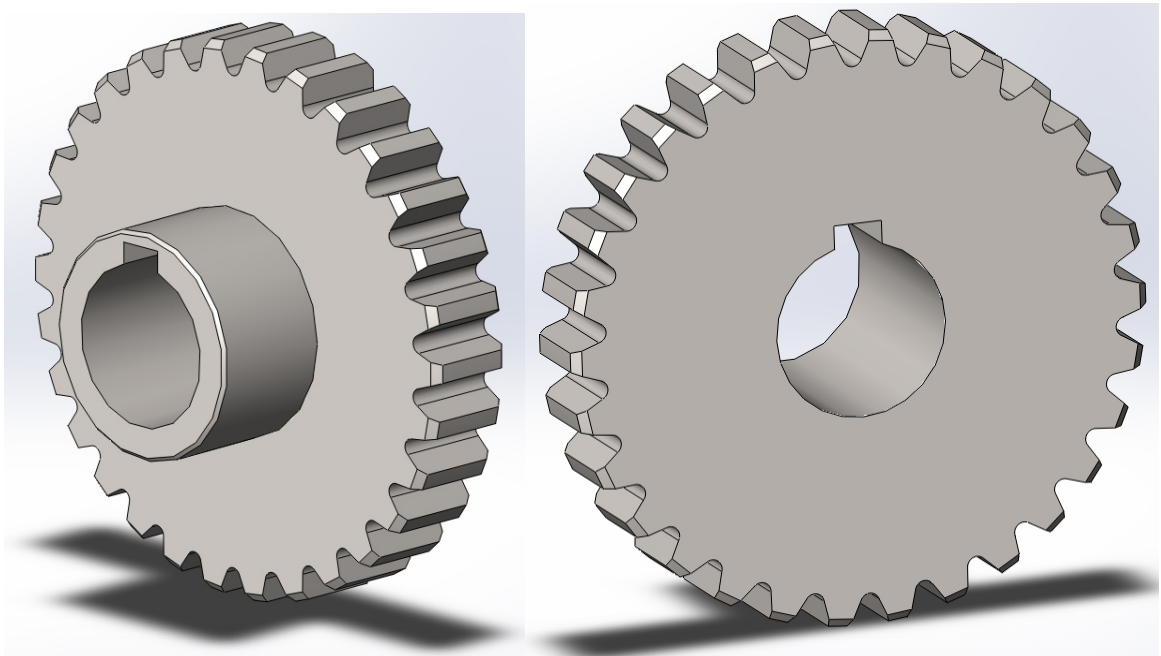

Рис. 3.2.2 Модель шестерні
2. Створити модель (деталь) шестерні, креслення якої наведено в додатку 3, а зображення - на рис. 3.2.2. Як матеріал деталі вибрати просту вуглецеву сталь.